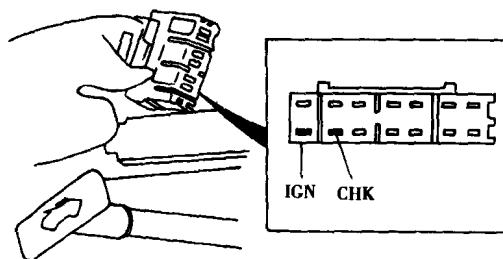

图 1-1-9 14PIN 诊断座
(2)跨接诊断座 CHK 与 IGN,并等待 2s 后取开跨线(图 1-1-9)。